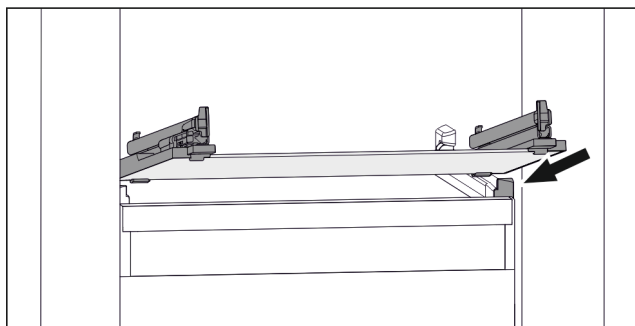

Fig. 122 Lasihyllyn esimerkinomainen kuvaus
- Aseta lasihyllly vinosti rajoittimien taakse. (katso Fig. 122)